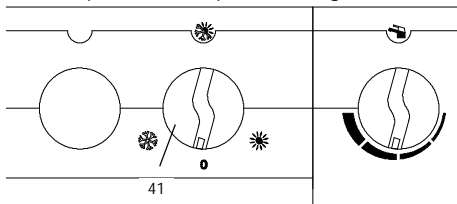

fig. 4.1
Prima di eseguire le operazioni descritte in seguito, accertarsi che il commutatore di funzione (41) sia sulla posizione di spento "0" (fig. 4.1).
- 22 Spegnerla caldaia portando il commutatore (41) sulla posizione "O" (fig. 4.1) e **illustrare**